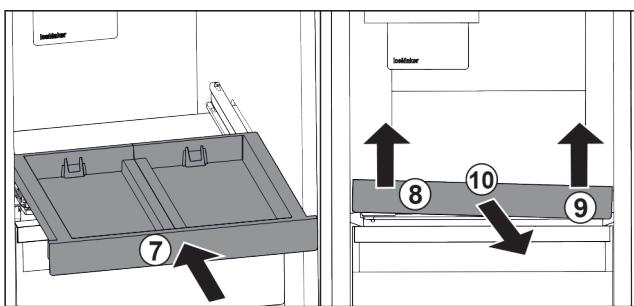

Fig. 91
- Вставити витяжну панель. Fig. 91 (7)
- Підняти витяжну панель спереду ліворуч. Fig. 91 (8)
- Підняти витяжну панель спереду праворуч. Fig. 91 (9)
- Витяжну панель витягнути вперед. Fig. 91 (10)